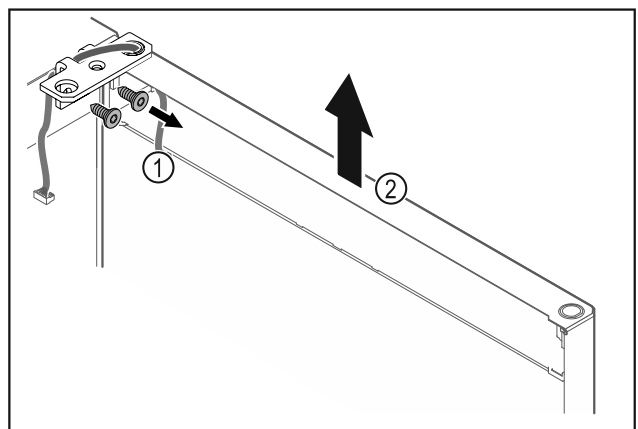

Fig. 19
- ▶ Scharnierhoek Fig. 19 (1) losschroeven.
- ▶ Deur inclusief scharnierhoek Fig. 19 (2) circa 200 mm recht omhoog tillen en verwijderen.